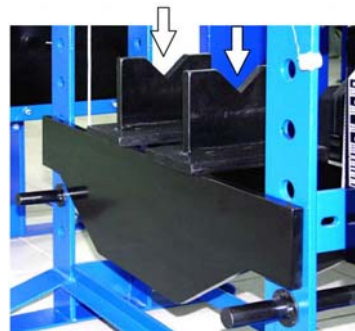

Abb. 10: Arbeitsbereich einstellen
Schritt 2: Legen Sie das Werkstück in den Arbeits- bzw. Aufspannbereich des Presstisches. (Abb.10)